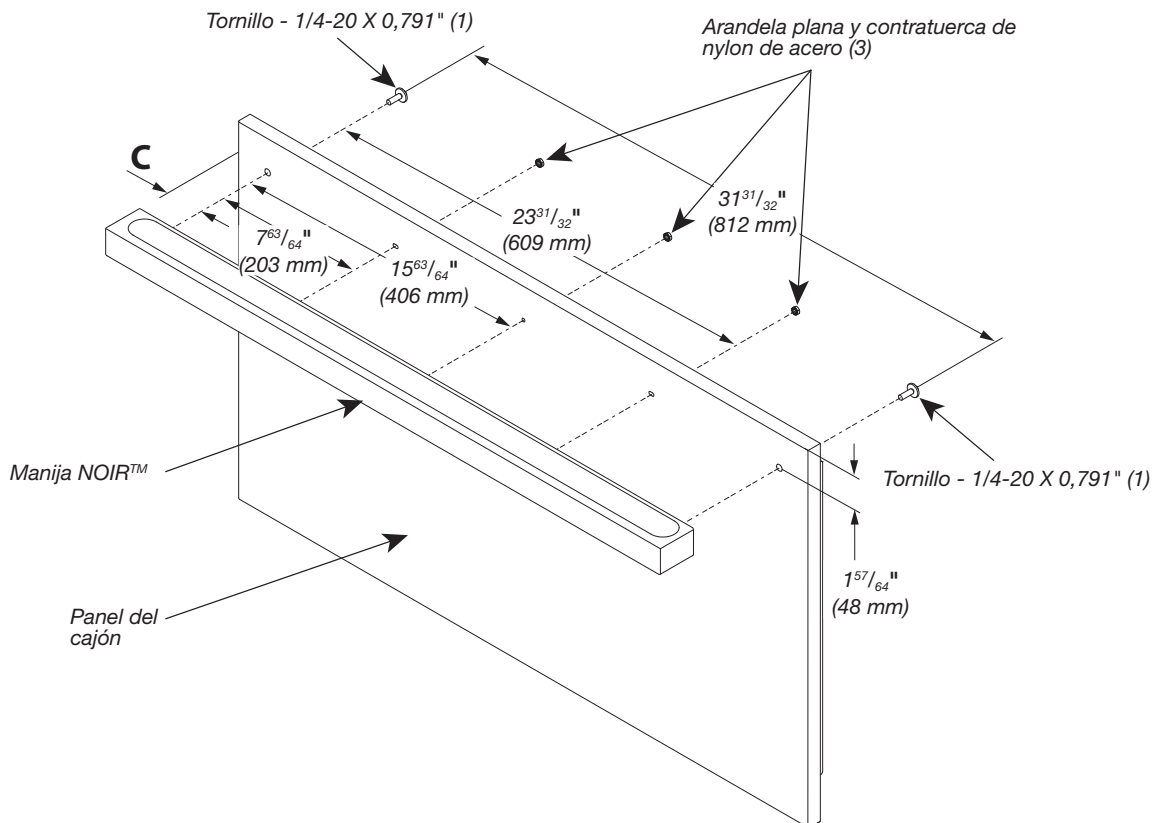
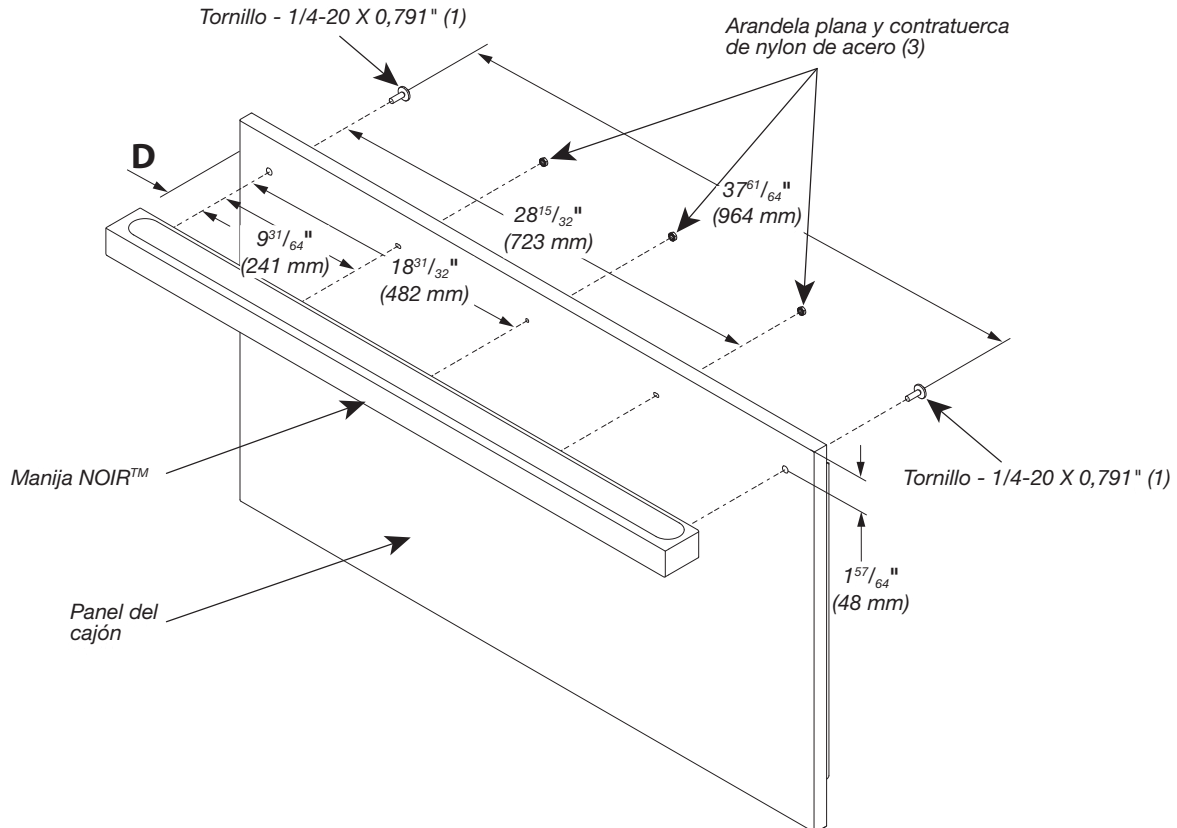

Figura 3 - Cajón del congelador para montaje inferior en 2 puertas de 36"/montaje inferior en puerta francesa de 36"
Figura 4 - 42" Cajón del congelador para montaje inferior en puerta francesa
- Consulte la figura 3 y la tabla 2 (modelos de montaje inferior de 36"/montaje inferior en puerta francesa), o la figura 4 y la tabla 3 (modelos de montaje inferior en puerta francesa de 42"), para ver las ubicaciones de los orificios que son específicas del modelo y los requisitos de espaciado para el montaje de la manija NOIR™. La posición horizontal de la manija depende de la mocheta del panel.
1. Mida "C" (montaje inferior de 36") o "D" (puerta francesa de 42") desde el costado del panel y marque la ubicación de los orificios, como se indica en la figura 3 y la figura 4. Consulte la tabla 2 y la figura 3 (para montaje inferior de 36") o la tabla 3 y la figura 4 (para modelos de montaje inferior de 36"/montaje inferior en puerta francesa) según la configuración del panel.